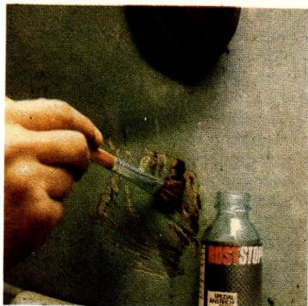
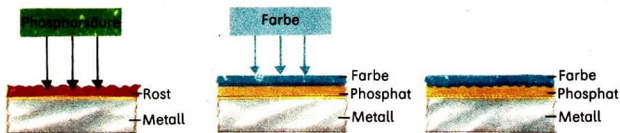

Abb. 24 Korrosionsschutz an Personenkraftwagen
Abb. 25 Aufbau von Korrosionsschutzschichten
Kleine Rostschäden an Kraftfahrzeugen werden mit Rostumwandler behandelt, der eine Phosphorsäurelösung enthält (Abb. 24). Die Rostschicht wird dabei in eine Eisenphosphatschicht umgewandelt, die eine weitere Korrosion stark hemmt. Auf die Phosphatschicht kann wieder Farbe aufgetragen werden (Abb. 25). ③